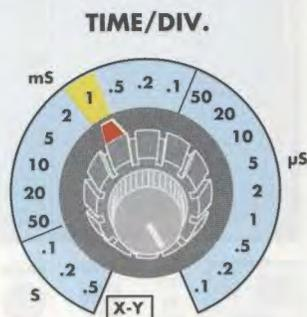
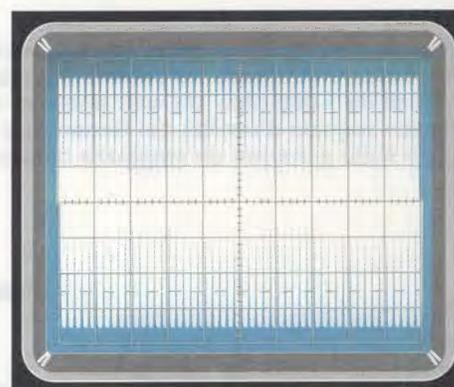

Fig.4 Ruotate il selettore del Time/div. sulla posizione 1 millisecondo per vedere un segnale come visibile nelle figg.8-9-10.
Fig.9 Aumentando la frequenza del Generatore RF ne troverete una che farà espandere la fascia orizzontale fino ad arrivare ad un massimo di circa 7 quadretti.
- ruotare il selettore **Time/div.** (vedi fig.4) sul tempo di **1 millisecondo** in modo da vedere sullo schermo un'ampia fascia di **segnale** (vedi fig.9), quando sull'ingresso dell'Oscilloscopio viene applicato il segnale prelevato dal **Generatore RF**;
Dopo aver predisposto l'**oscilloscopio** come abbiamo indicato, l'operazione successiva consisterà nel collegare **direttamente** il cavetto d'uscita del **Generatore RF** al **puntale** della **sonda** del nostro **oscilloscopio** e nel ruotare la manopola **RF Output** (segnale d'uscita) del **Generatore RF** fino a far apparire sullo schermo una **fascia di segnale** che copra circa **6-7 quadretti** in **verticale** come visibile in fig.9.
E = selettore della Base dei Tempi chiamato anche Time/div. (vedi fig.4)
(vedi fig.9), consigliamo di non toccare più la manopola RF Output del Generatore RF.
Raggiunta la **massima ampiezza** (vedi fig.9), continuando a ruotare la manopola di **sintonia** del **Generatore RF** il segnale tornerà ad **abbassarsi** (vedi fig.10).
La **frequenza** che ci ha permesso di raggiungere la **massima ampiezza** (vedi fig.9), corrisponde alla frequenza di **accordo**.
Fig.5 Per misurare il valore in microhenry o millihenry di una induttanza o di una impedenza, occorre collegare tra l'uscita del Generatore RF e il puntale dell'Oscilloscopio due resistenze da 1.000 ohm 1/4 watt poste in serie. Ruotate quindi la manopola "RF Output" (ampiezza segnale d'uscita) del Generatore RF in modo da ottenere un segnale che riesca a coprire sullo schermo un'ampiezza di circa 6-7 quadretti (vedi fig.9).
MHz = è il valore della **frequenza di accordo** espresso in **Megahertz**, che ci ha permesso di raggiungere il massimo livello (vedi fig.9) e poichè questo valore va espresso al **quadrato** nella formula compare l'espressione **MHz x MHz**.
Amesso di raggiungere la **massima ampiezza** (vedi fig.9) con una frequenza di **2,32 MHz**, possiamo affermare che l'**impedenza** ha un valore di:
In questi casi, per leggere la **frequenza di accordo** occorre solo ruotare la manopola dei **Volts/div.** portandola dagli attuali **50 mV**, su valori di **10-5 millivolt x quadretto**, oppure ruotare la manopola **RF Output** (segnale d'uscita) del **Generatore RF** fino a coprire sullo schermo un totale di **6-7 quadretti** in **verticale** come visibile in fig.9.
Ruotando lentamente la sintonia del **Generatore RF**, partendo sempre dalla frequenza **minima** per salire sulle frequenze più **elevate**, bisognerà cercare di individuare il valore che farà salire verso il suo **massimo** l'ampiezza del segnale (vedi fig.9).